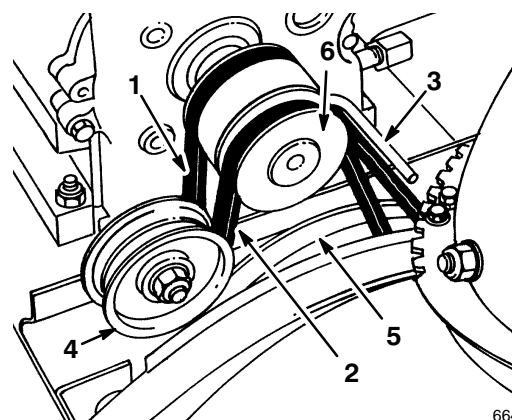

Figure 22
4. Retirez la courroie de tarière/roue hélice de la poulie du moteur et de la grande poulie de tarière/roue hélice (Fig. 22).
9. Desserrez le guide-courroie (Fig. 22).
10. Enlevez la courroie de commande de traction de la poulie moteur et de la grande poulie de traction (Fig. 22).
12. Passez la courroie sur la poulie moteur, en veillant à faire passer sous le guide-courroie (Fig. 22).
17. Placez la courroie de tarière/roue hélice sur la grande poulie de tarière/roue hélice et la poulie moteur, en veillant à faire passer sous la poulie folle et le guide-courroie (Fig. 22).
2. Vis (2)
3. Desserrez le guide-courroie (Fig. 22).
5. Passez la courroie neuve autour de la grande poulie de tarière/roue hélice (Fig. 22).
6. Passez la courroie sur la poulie moteur, en veillant à faire passer sous la poulie folle et le guide-courroie (Fig. 22).